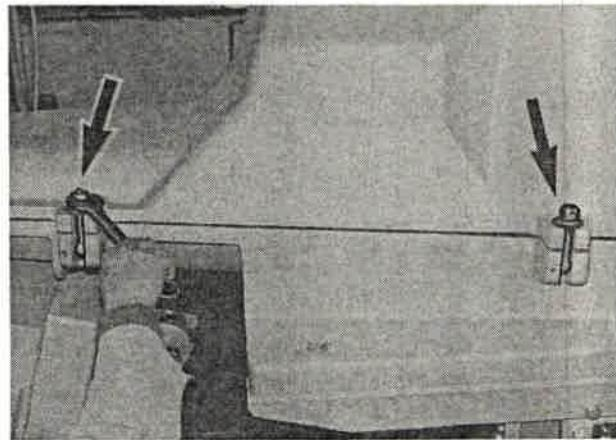

Bild 202
2.4 Vordere Schwenkschrauben (Bild 202/